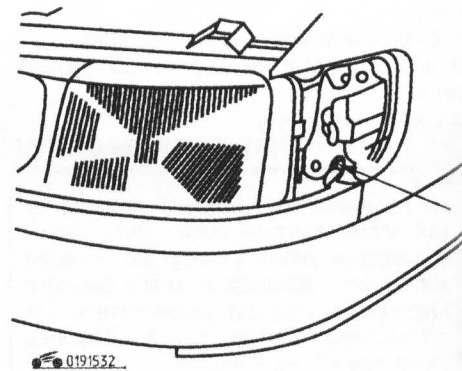

Рис. 9.20. Расположение болта крепления декоративной накладки блок-фары
4. Выверните болт (рис. 9.20) и снимите декоративную рамку.